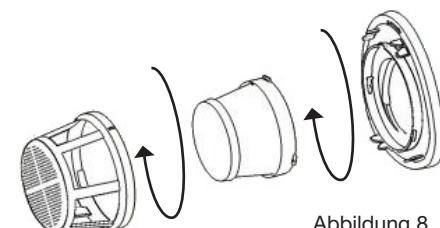

Abbildung 8
4. Drehen Sie den Vorfilter gegen den Uhrzeigersinn, um ihn von der Filterhalterung zu lösen. Gehen Sie mit dem Filter genauso vor, um ihn von der Filterhalterung zu trennen (Abb. 8). Achten Sie darauf, den Filter im Inneren nicht zu beschädigen.